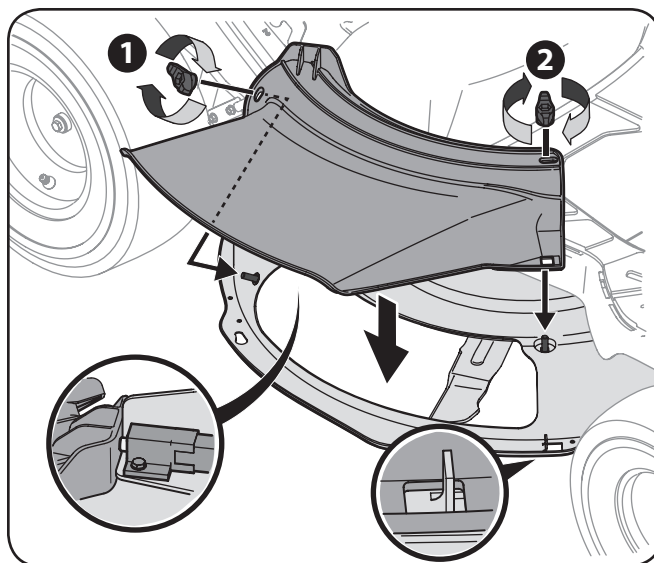

Figure 3-8
2. Installez le déflecteur d'éjection sur l'ouverture du plateau de coupe. Introduisez les goujons sur la surface du plateau dans les trous sur la partie supérieure du déflecteur d'éjection. Introduisez la petite encoche sur le rebord du plateau dans le trou carré sur la partie inférieure du déflecteur d'éjection. Voir Figure 3-8.
3. Fixez le déflecteur d'éjection en serrant les écrous papillon retirés à l'étape 1. Voir Figure 3-8.